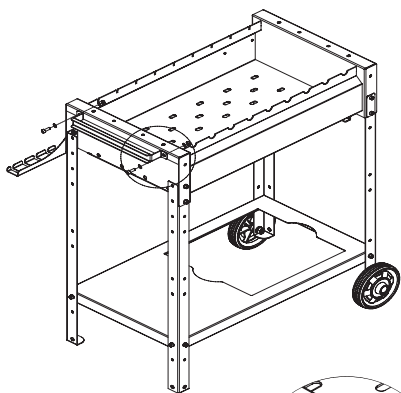

Рис. 18.
- Прикрутить с помощью ключей (К) ручку мангала (поз. 17) как показано на рис. 18/19